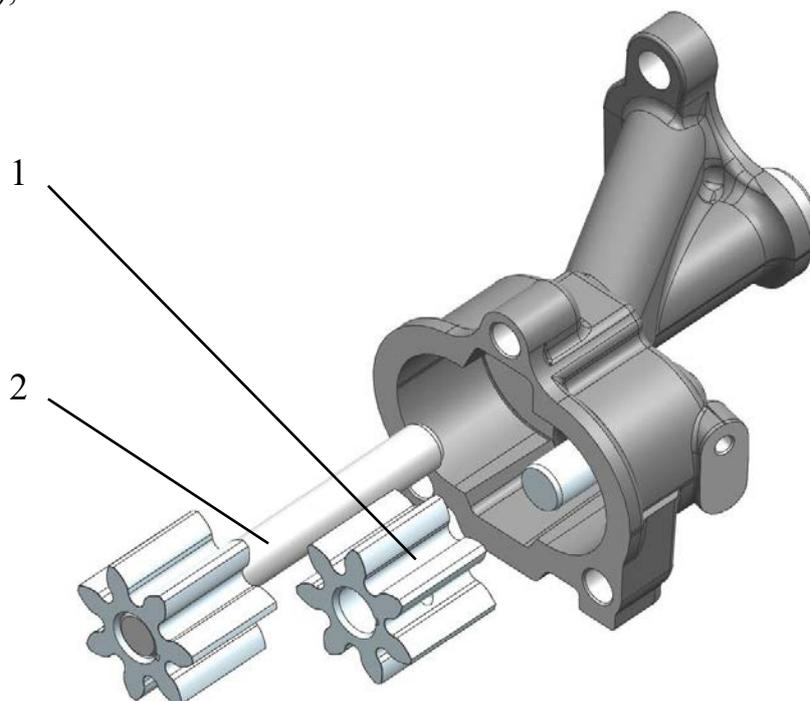

Рис.99. Снятие шестерен масляного насоса:
- вынуть из корпуса ведомую шестерню и валик с ведущей шестерней в сборе (рис.99);